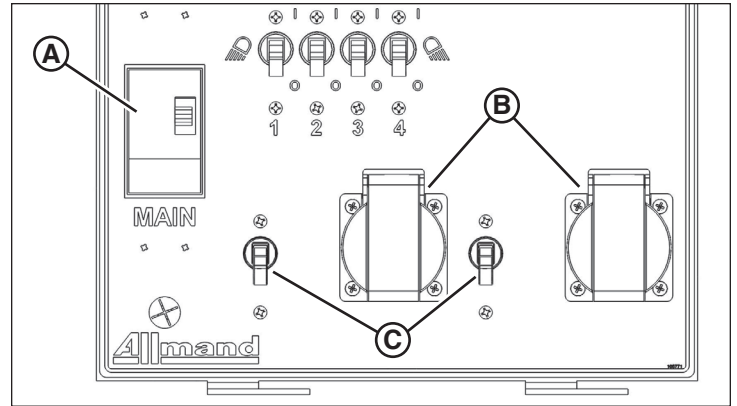

Figure 34
- Deux sorties Shucko (B, Figure 34), chacune protégée par un disjoncteur (C). (Modèles 50 Hz uniquement)